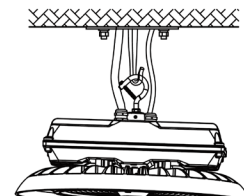

Fig. 2
2. Suspender le luminaire au crochet de plafond ou à la chaîne. Après l'installation, raccorder le luminaire au réseau électrique conformément aux normes de câblage locales. (Fig. 2)